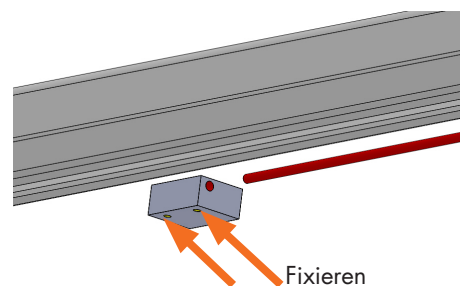

Abb. 19
- Wendelseil durch Bohrung des Klemmstücks führen und mit Hilfe der Gewindestifte (Innensechskant SW 3, in nachstehender Abb. 19 durch die Pfeile gekennzeichnet) im Klemmstück fixieren.